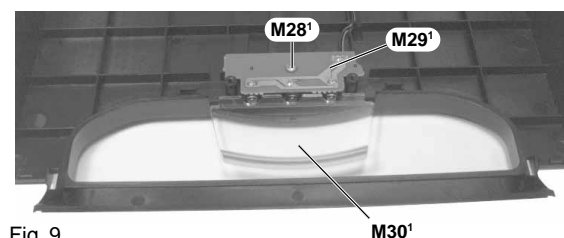

Fig. 9
- Schraube **M28'** der CD-Beleuchtungsplatte **M29'** herausschrauben (Fig. 9).
- Die Leiterplatte **M29'** und der Lichtleiter **M30'** können aus dem Gehäuseoberteil M32' herausgenommen werden (Fig. 9).
- Undo screw **M28'** on the CD-LED circuit board **M29'** (Fig. 9).
- Circuit board **M29'** and fiber-optic light guide **M30'** can be taken out from the cabinet top M32' (Fig. 9).